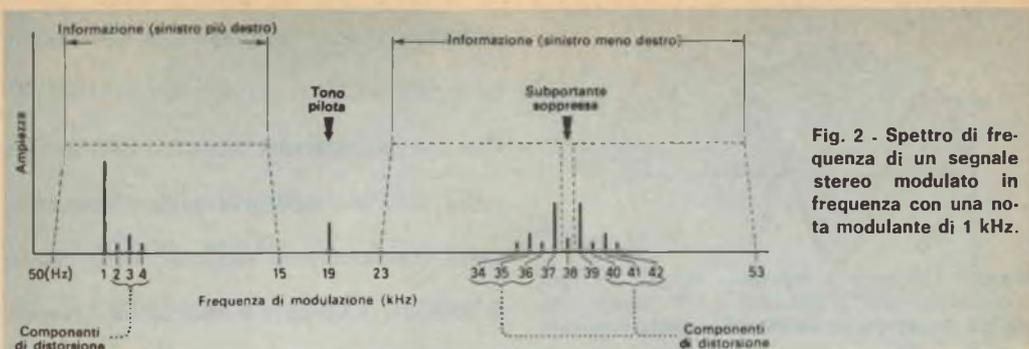

Fig. 2 - Spettro di frequenza di un segnale stereo modulato in frequenza con una nota modulante di 1 kHz.
Nella *fig. 2* è rappresentato lo spettro di frequenza di un tipico segnale stereo MF relativo ad un sistema G.E. - Zenith, con
tro di frequenza, comprendente le componenti di distorsione, illustrato nella fig. 2. Le singole componenti possono essere misurate collegando all'uscita del modulatore stereo l'analizzatore d'onda tipo TF 2330. Se poi l'analizzatore d'onda viene collegato all'uscita demodulata del modulometro, la differenza algebrica fra le due misure indicherà la quantità di distorsione introdotta dal generatore di segnali e dal modulometro. Nella tabella I sono indicati i valori misurati a frequenza di prova di 200 Hz, applicati all'ingresso del canale di sinistra. Le misure sono state effettuate ad una frequenza
**Separazione dei canali** - Se fosse possibile vedere su un oscilloscopio la regione da 50 Hz a 15 kHz della fig. 2 distinta